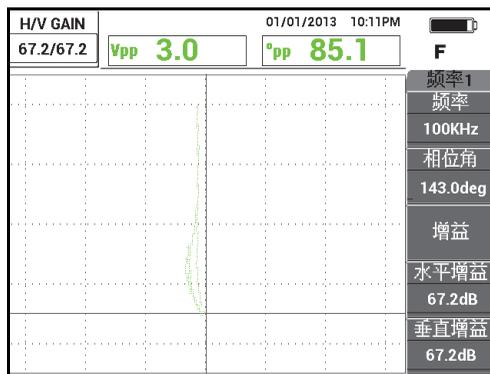

图 5-35 调节垂直增益
- 按一下增益键 (**dB**)，调节 **H/V 增益**（水平和垂直组合增益），直到凹槽信号达到大约 90% 满屏高（参见第 139 页的图 5-35）。